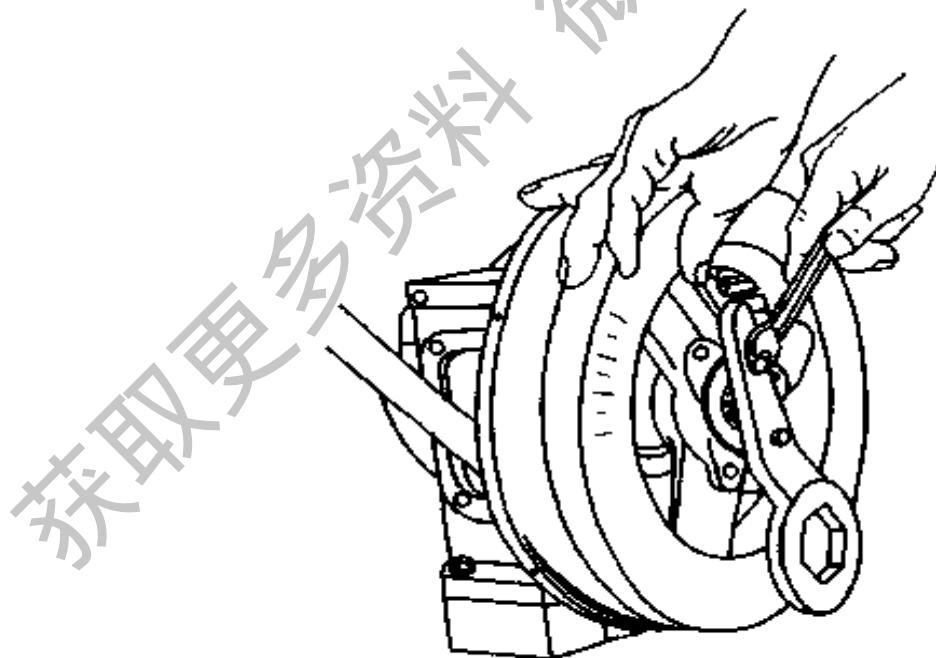

图 2-37 拉出飞轮
(1) 旋出曲轴平衡块固定螺栓, 取下平衡块。
(2) 拆下皮带轮和导风罩。
(3) 撬开飞轮螺母和锁件。卸下飞轮螺母和锁片。
(4) 用飞轮拆卸工具(见图 2-37)拉出飞轮, 如图 2-37 所示。
(5) 旋出曲轴轴承座固定螺栓, 卸下导风底板。
(6) 在齿轮箱盖端用铜棒或木棒将曲轴和曲轴轴承座一起